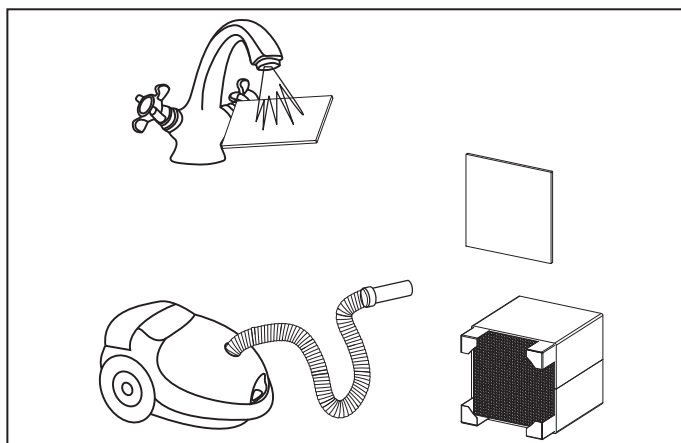

Рис. 18. Очистка фильтров и регенератора
- Очищайте фильтры по мере их загрязнения, но не реже одного раза в 3 месяца. Для очистки фильтров промойте их водой или воспользуйтесь пылесосом (см. рис. 18), затем сухие фильтры